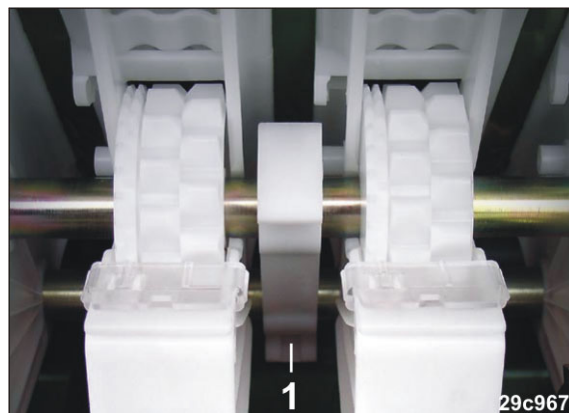

Fig. 133
3. Åbn såakslens tryklejer (Fig. 133/1).